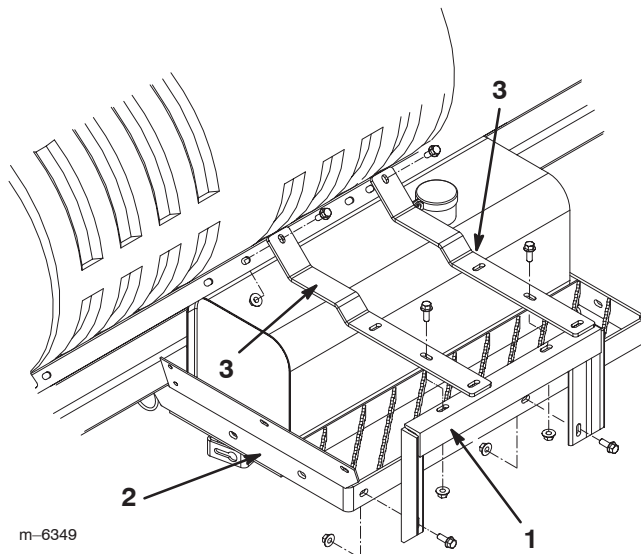

Figure 2
1. Posez le support du dévidoir sur le support de la cuve hydraulique (Fig. 2) à l'aide de 2 boulons à embase (3/8 x 1 pouce) et de 2 écrous à embase (3/8 pouce). Ne serrez pas complètement les écrous pour permettre un ajustement ultérieur.
2. Fixez les 2 barrettes de maintien du dévidoir aux trous du socle de la cuve localisés et/ou percés précédemment (Fig. 2) au moyen de 2 boulons à embase (3/8 x 1 pouce) et de 2 écrous à embase (3/8 pouce).
3. Fixez le support du dévidoir aux barrettes de maintien du dévidoir (Fig. 2) à l'aide de 2 boulons à embase (3/8 x 1 pouce) et de 2 écrous à embase (3/8 pouce).